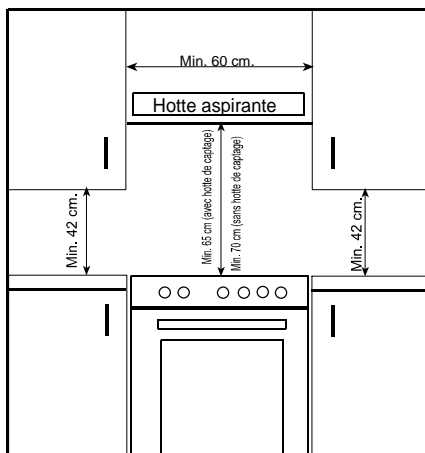

figure 5
- La cuisinière peut être placée près d'un autre meuble, mais veillez à ce que la hauteur des meubles environnants ne dépasse pas la hauteur de la cuisinière (fig.5).
- La hauteur minimum entre la table de cuisson et la hotte ou les éléments muraux est indiquée sur la figure 5 ci-dessous. La hotte d'évacuation doit être au moins à 65cm de hauteur par rapport à la table de cuisson. S'il n'y a pas de hotte, la hauteur du meuble situé au-dessus ne doit pas être inférieure à 70cm.